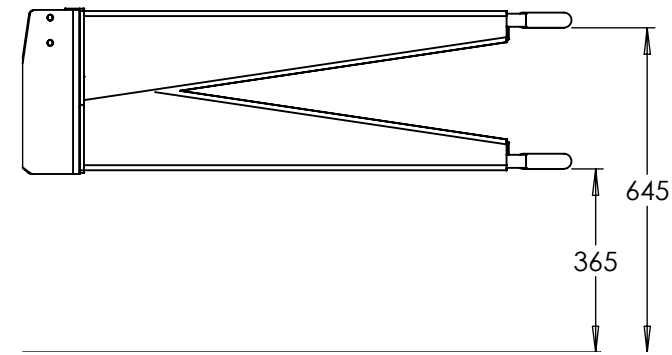

Abb. 6.2
Bevor Sie versuchen, den Rundballenwickler am Traktor anzukuppeln, demontieren Sie die unteren Traktorgestänge, damit diese nicht die Maschinendeichsel (1) berühren. Die Maschine kann am Zughaken des Traktors angekuppelt werden. Vor dem Ankuppeln an den Traktor muss die richtige Höhe des Kupplungsauges (2) bestimmt werden. Bitte beachten, dass die Zugdeichsel über Kopf (siehe Abb. 6.2) montiert werden kann, um sie auf eine hohe oder niedrige Kupplungshöhe anzupassen. Eine weitere Höhenanpassung ist möglich über die Wahl von einer der drei Montagehöhen der Deichsel auf der vorderen Montageplatte (3) am Hauptrahmen der Maschine. Für diese Maschine gibt es drei Deichseltypen: Standardkupplung (wie gezeigt), Gabelkupplung und Hochkupplung, die je nach Traktorzugvorrichtung gewählt werden können. Sobald die geeignete Kupplungshöhe festgelegt worden ist, kann die Höhe des Fahrgestells durch Drehen der Handkurbel an der Hebewinde (1) im Uhrzeigersinn oder gegen den Uhrzeigersinn angehoben oder verringert werden. Nachdem die Maschine am Traktor angekuppelt wurde, muss die Hebewinde ganz nach oben durch Drehen der Handkurbel im Uhrzeigersinn eingefahren werden.